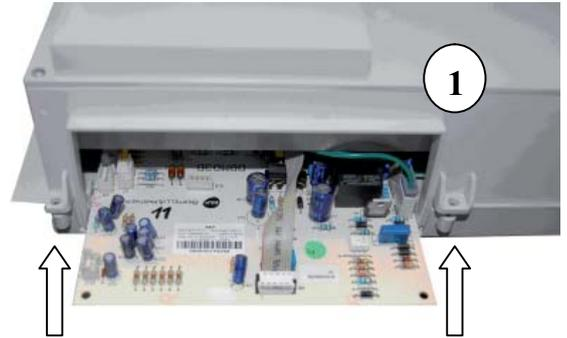

Abb. 29
Lösen Sie die beiden Schrauben (Abb. 29) und ziehen Sie die obere Platinenabdeckung ab. Achten Sie dabei auf die Führungsnuten für die Platine in der Abdeckung. Um die Platine komplett zugänglich zu machen lösen Sie auch die restlichen Schrauben der des Schaltfeldgehäuses (1).